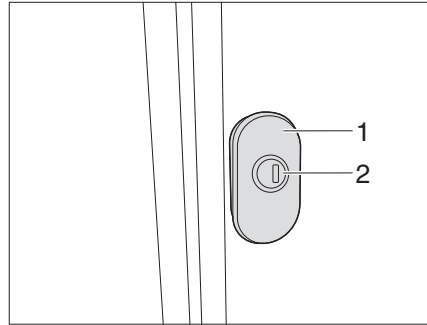
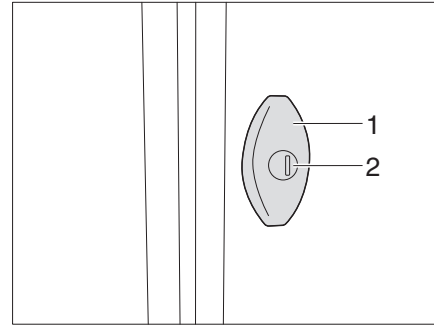

Fig. 56 Cerradura tensora giratoria (variante 1)
Fig. 57 Cerradura tensora giratoria (variante 2)
- Introducir la llave en el cilindro de cierre (Fig. 56,2/Fig. 57,2) y girarla un cuarto de vuelta. Se desbloqueó la cerradura de la trampa.
- Tirar de la cerradura tensora giratoria (Fig. 56,1/Fig. 57,1) y girarla 180° en sentido contrario a las agujas del reloj. La trampa exterior está abierta.
- Para la variante 1: Empujar el cilindro de cierre (Fig. 56,2) hasta que encaje. La cerradura de la trampa está bloqueada.